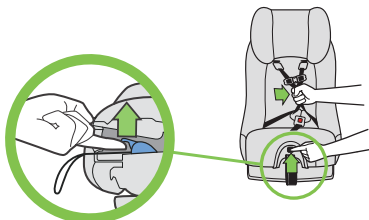

Figura 109
- Levante la lengüeta de ajuste del arnés y al mismo tiempo tire hacia afuera de las correas del arnés de los hombros, como se muestra en la **figura 109**.